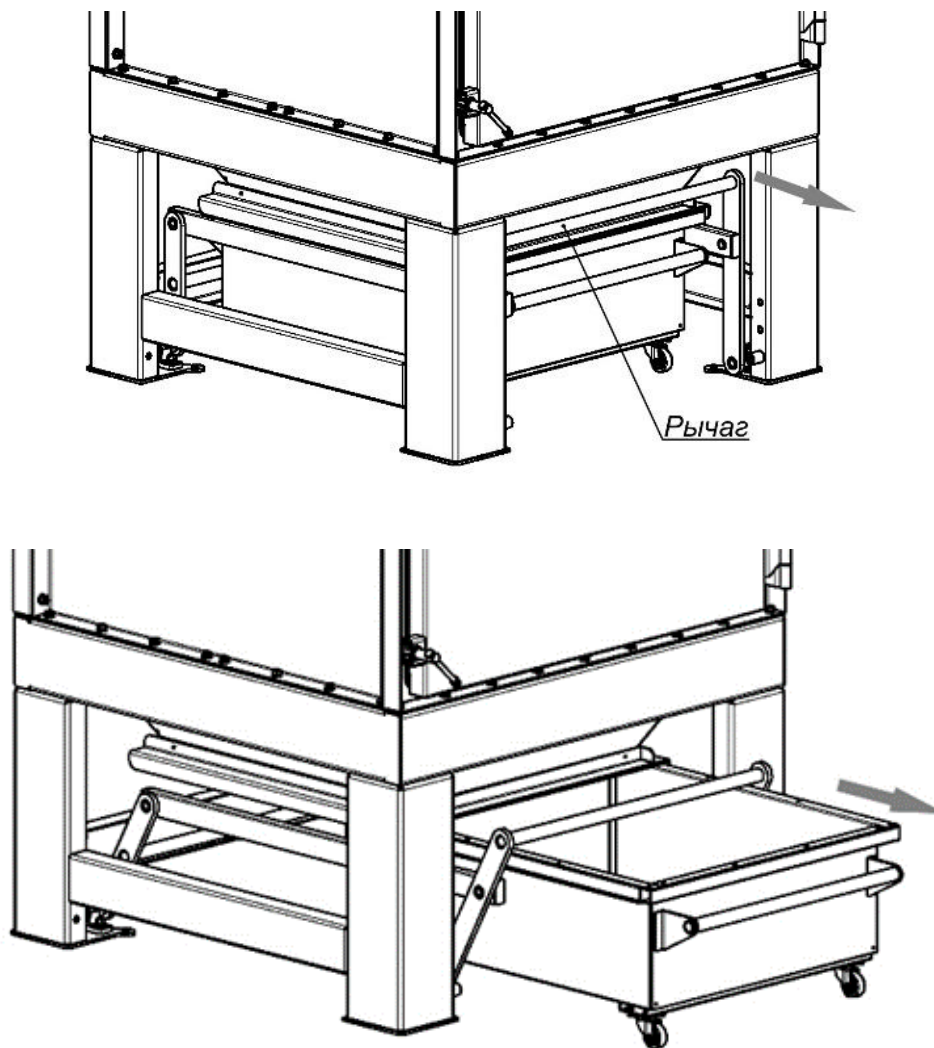

Рисунок 12
- 2) потянуть за рычаг механизма поджатия пылесборника (рисунок 12);